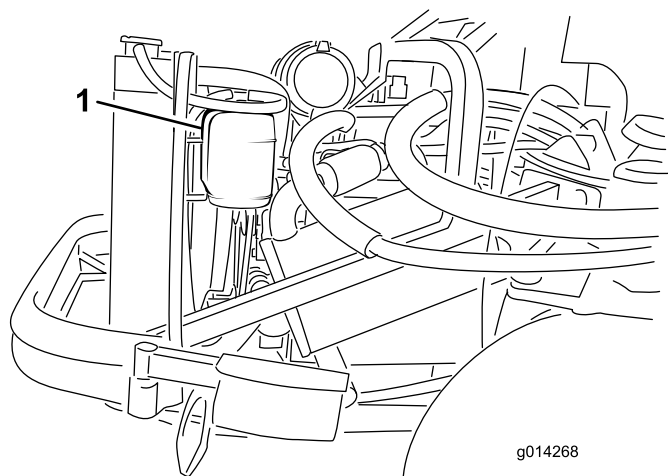

Figura 34
1. Compruebe el nivel de refrigerante en el depósito de expansión (Figura 34). El nivel del refrigerante debe estar entre las marcas en el lateral del depósito.